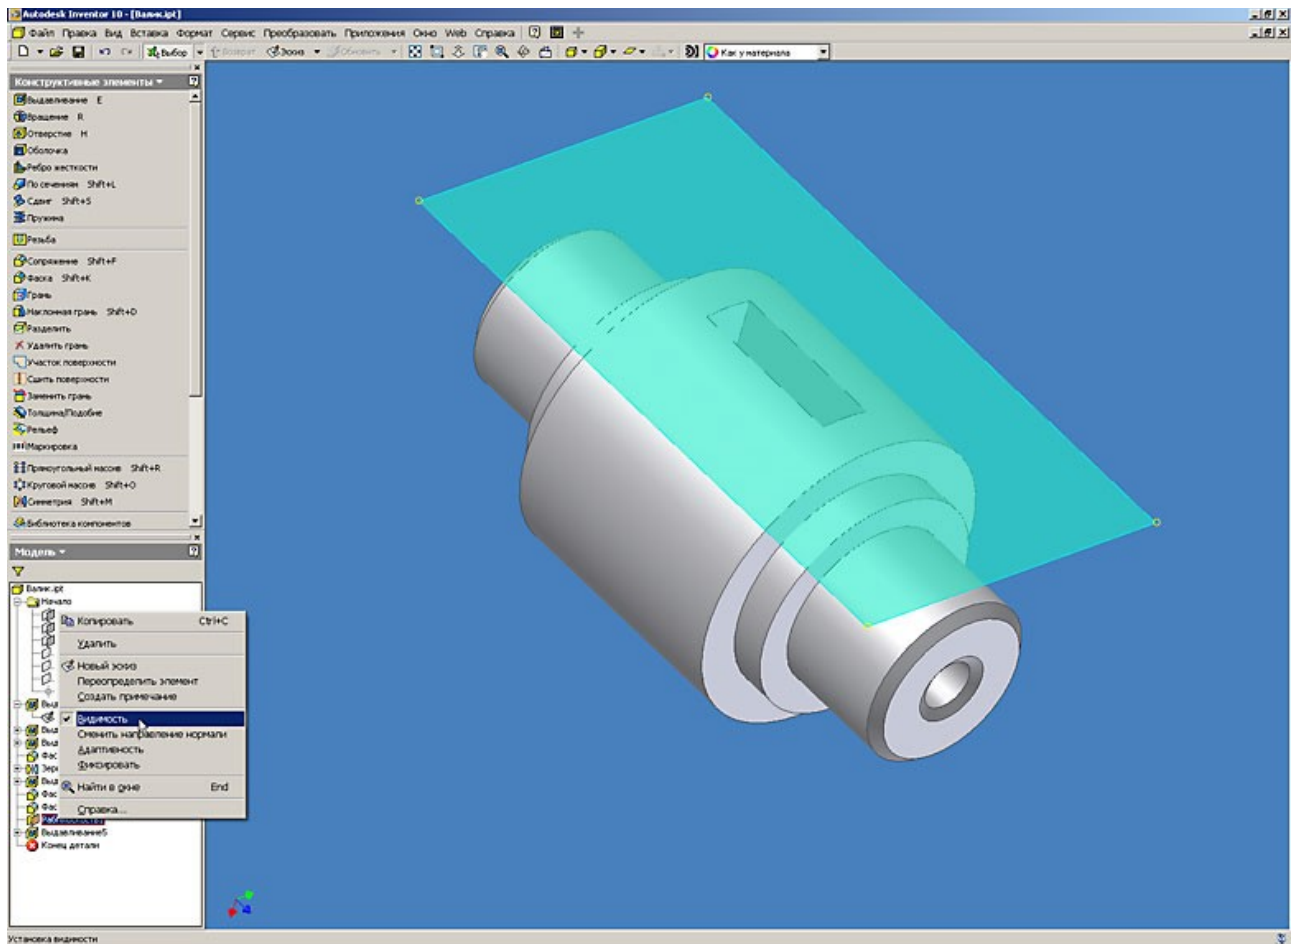

Рис. 17. Autodesk Inventor. Работа с конструктивными элементами (выдавливание)
17. Для удобства представления модели отключим видимость вспомогательных элементов (рабочей плоскости). Для этого в браузере модели выбираем вспомогательный элемент, и после нажатия правой кнопки мышки, снимаем флажок с пункта меню "Видимость" (рис. 17).